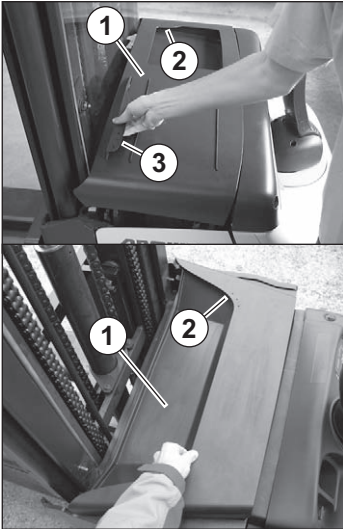

Fig. 48 Åbne batterilåget
- *Hold altid batterilåget i det indlejrede greb 2 eller håndtagsstrippen 3 (se fig. 48), aldrig i bunden.*